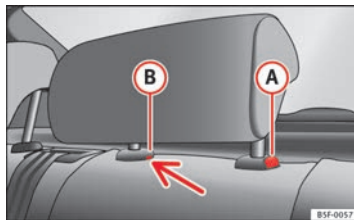

Fig. 82 Encosto de cabeça traseiro central: ponto de desbloqueio
- Para ajustar o encosto de cabeça para baixo, pressione o botão ① ⇒ Fig. 82 e empurre-o para baixo.
- Pressione o botão **(A)** ⇒ Fig. 82 e, ao mesmo tempo, retire o encosto de cabeça ⇒ **(A)**.